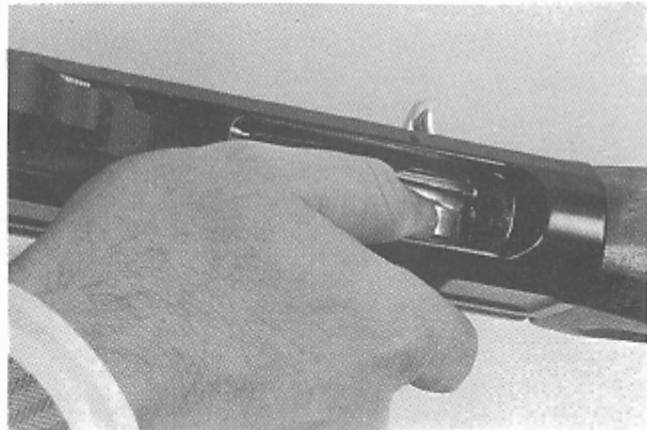
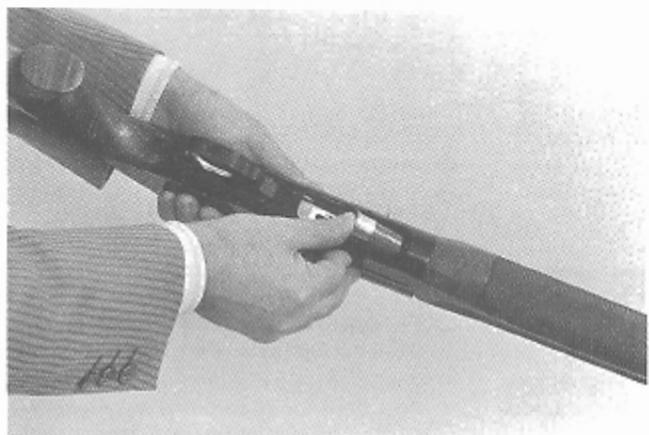

Fig. 17
Fig. 16
- Rovesciare l'arma ed, orientando la canna verso il basso, infilare una cartuccia nel serbatoio (fig. 16); spingendola a fondo con il pollice fino a quando non rimarrà trattenuta dalla leva fermo cartuccia che la aggancia automaticamente (fig. 17).
- Turn the weapon around and, pointing the muzzle towards the ground, insert one round in the magazine (fig. 16) by pushing it in until it is held in place by the carrier latch (fig. 17).
- Renverser l'arme et, en orientant son canon vers le bas, introduire une cartouche dans le magasin (fig. 16) en la poussant à fond, du pouce, jusqu'à ce qu'elle ne soit retenue par le levier d'arrêt de cartouche qui l'accrochera automatiquement (fig. 17).